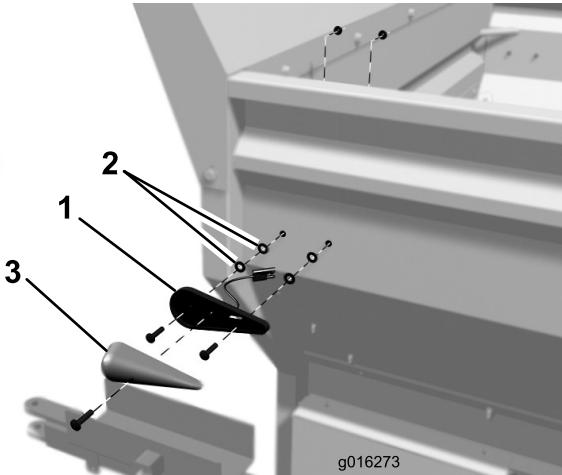

Bild 2
3. Befestigen Sie eine Lampenfassung mit zwei Maschinenschrauben (1/4 x 1"), vier Scheiben (0,281 x 0,625) und zwei Bundmuttern (1/4") an der Seite des Füllkastens. Positionieren Sie die Teile, wie in Bild 2 dargestellt. Legen Sie zwei Scheiben auf jede Schraube und stellen Sie sicher, dass sie zwischen der Lampenfassung und dem Füllkasten sind.
4. Befestigen Sie die Signallinsen mit einer Schraube an der Fassung (Bild 2). Wiederholen Sie den Schritt auf der rechten Seite des Trichterwagens.